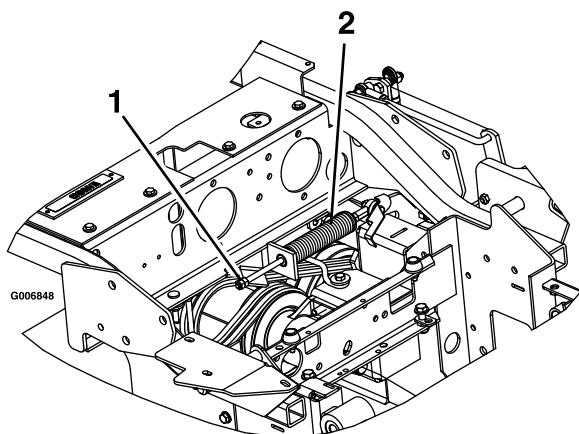

Figure 58
3. Localisez le ressort de frein et vissez les deux écrous de blocage au bout de la tige du ressort (Figure 58).